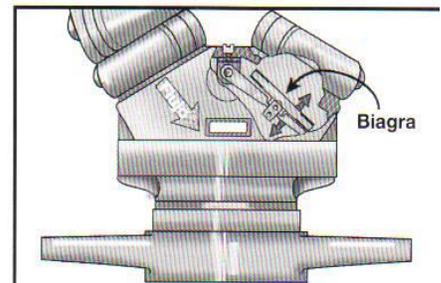

Figura 12.29 Interior de una válvula de bisagra en una siamesa.
- **Válvulas de bisagra:** se utilizan en siamesas (véase la sección Dispositivos para válvulas) para que pueda haber sólo una manguera de toma conectada y cargarla antes de añadir más mangueras. La compuerta es un disco plano sujeto por un extremo que se balancea como una puerta (véase la figura 12.29).